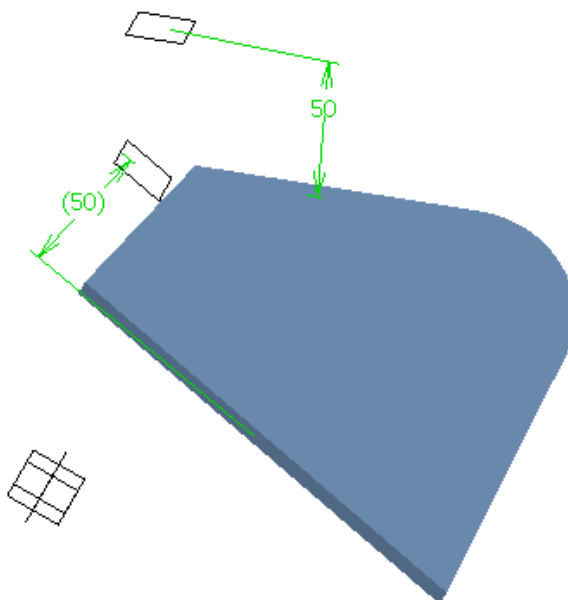

Рис. 80
- 18) Додаток об'єднання змін в ескізі (Рис. 80).